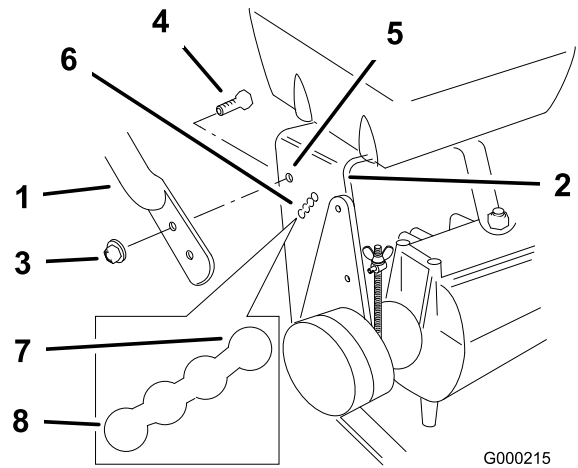

Bild 16
- Lösen Sie die oberen Bundschrauben Bild 16 und die Bundmutter, mit denen der Griff am hinteren Rahmen befestigt ist.
- Lösen Sie die unteren Bundschrauben (3/8 x 1 Zoll) und die Bundmutter, mit denen der Griff am hinteren Rahmen befestigt ist (Bild 16).